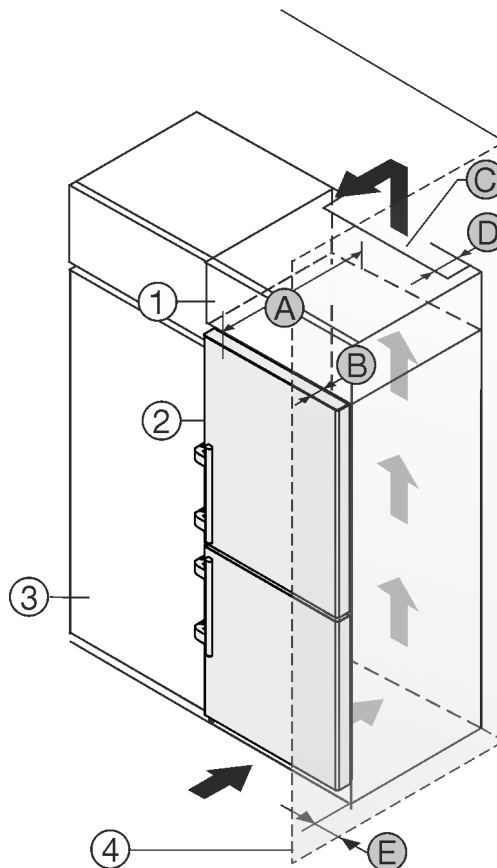

Fig. 2
- (1) Rátétszekrény \*      (B) Ajtó mélysége \*
(2) Készülék \*            (C) Szellőzés keresztmetszete \*
(3) Konyhaszekrény \*    (D) Készülék hátsó oldalának távolsága \*
(4) Fal \*                    (E) Távolság a készülék oldalától \*
- (A) Készülék mélysége \*
A készülék közvetlenül a konyhaszekrény Fig. 2 (3) mellé állítható.\*
A rátétszekrény hátoldalán egy megadott mélységű Fig. 2 (D) szellőzőaknát kell kialakítani a rátétszekrény teljes szélességében.\*
A mennyezett alatt be kell tartani a szellőző keresztmetszetet Fig. 2 (C).\*
Ha a készüléket a zsanérjaival a fal Fig. 2 (4) mellé állítja fel, legalább 57 mm távolságot kell tartani a faltól. Ez a fogantyú túlnyúlásának felel meg, amikor kinyitja az ajtót.\*
Ahhoz, hogy az ajtót teljesen ki tudja nyitni, a készüléknek a konyhaszekrény elülső oldalához képest legalább az ajtó mélységének Fig. 2 (B) megfelelően ki kell állnia. A konyhaszekrények Fig. 2 (3) mélységétől és a fali távtartók használatától függően a készülék nagyobb mértékben is túllóghat előre felé.\*